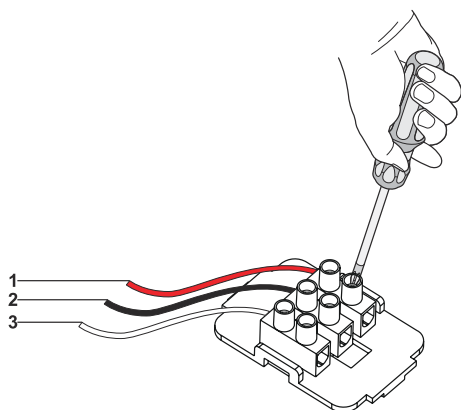

Fig. 18
- 1. ➤ **NC / COM:** Når disse 2 forbindelser bruges og emhætten slukkes vil emhætten give det forbundene apparat konstant signal. (Fig. 18).
- 2. ➤ **NO / COM:** Når disse 2 forbindelser bruges og emhætten tændes vil emhætten give det forbundene apparat konstant signal. (Fig. 18).